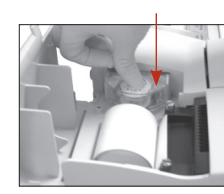

Figura 2: Installare la nuova pompa e spingere il rullo della pompa
5. Inserire la nuova pompa peristaltica, con i fori rivolti verso il basso, vicino al motore della pompa. Ruotare manualmente l'albero motore in modo che sia allineato con il cilindro della pompa; quindi, allineare la pompa con l'albero motore e spingerla in basso fino a bloccarla completamente nell'alloggiamento (Figura 2).
6. Spingere il rullo della pompa fino a bloccarlo completamente sull'albero motore della pompa (Figura 2).